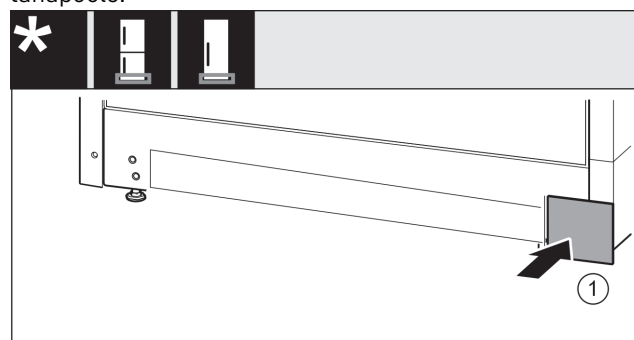

Fig. 17
- Pange kate Fig. 17 (1) teisel küljel taas peale.